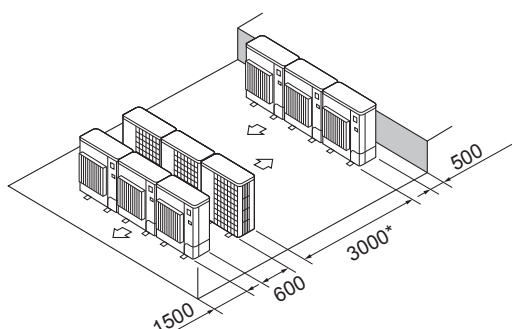

Fig. 2-13
- ⑥ Równoległa zabudowa więcej niż jednej jednostki zewnętrznej (Fig. 2-13)